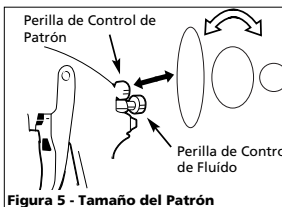

Figura 5 - Tamaño del Patrón
2. Seleccione la forma del patrón. Si desea cubrir una superficie amplia, gire la perilla de control en sentido contrario a las agujas del reloj. Si desea un patrón circular, gírela en el mismo sentido de las agujas del reloj (Vea la Figura 5).
3. Gire la perilla de control totalmente en el mismo sentido de las agujas del reloj, para cerrarlo (Vea la Figura 5).